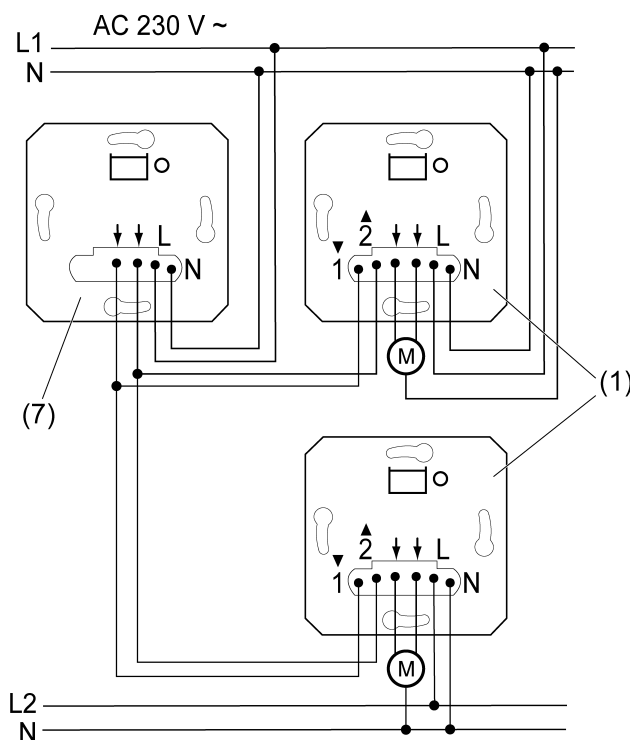

рисунок 4: Пример подключения в групповую систему управления
Вставка жалюзи может быть объединена в групповую систему управления (рисунок 4) или для управления на месте (1), или в качестве центрального прибора (7).
- Подключить вставку жалюзи, как показано на примере (рисунок 4). При этом вставки жалюзи могут находиться и на разных внешних проводах.